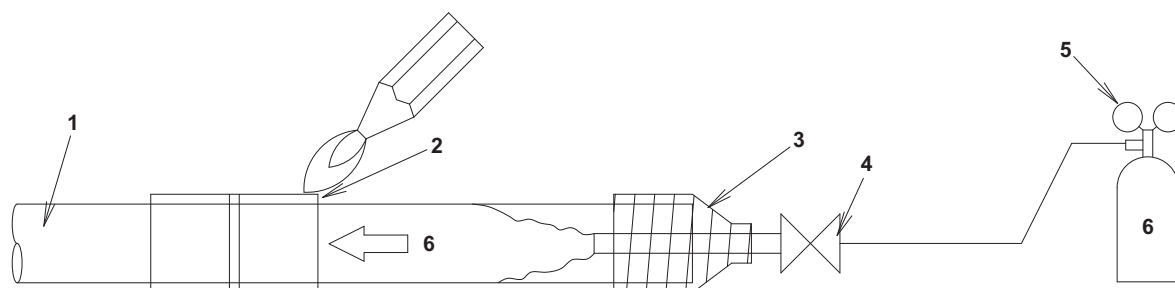

Bild 20
- Innan du hårdlöder kylmediumrören ska du spola rören med kväve och ersätta luften med kväve. Utför sedan hårdlödningen (Anm. 2). **(Se bild 20)** När all hårdlödning är slutförd gör du kragkopplingen med inomhusenheten.